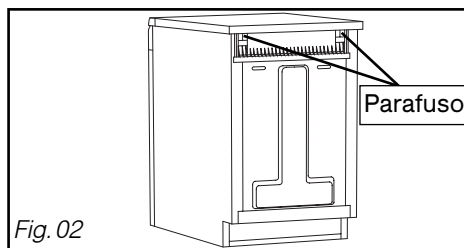

Fig. 02
- Desmontar o tabuleiro superior desaperando os dois parafusos situados debaixo da extremidade do tabuleiro superior (fig. 02).